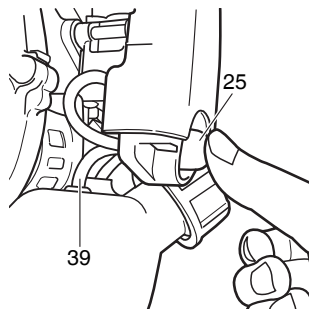

Fig. 23
- * Presione el cebador (25) repetidamente para que el combustible fluya por el tubo de retorno (39). (Fig. 23)